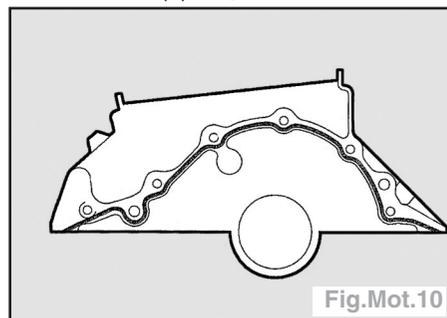
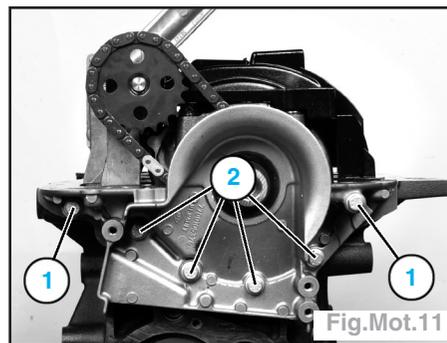

Fig.Mot.10
Fig.Mot.11
- Reposer le porte-bague d'étanchéité de vilebrequin, après s'être assuré de la présence de ses douilles de centrage sur le bloc-cylindres. Suivant version, remplacer son joint ou appliquer sur son plan de joint (Fig.Mot.10), préalablement dégraissé avec soin, un cordon de **1 à 2,5 mm** de largeur de pâte d'étanchéité appropriée à base de silicone (par exemple **Three Bond 12 F008**). Serrer ses vis de fixation en respectant l'ordre de serrage (Fig.Mot.11).
- Serrer les vis extérieures (1) à **1,1 daN.m**, puis serrer dans l'ordre, les vis intérieures (2) à **1,1 daN.m**.